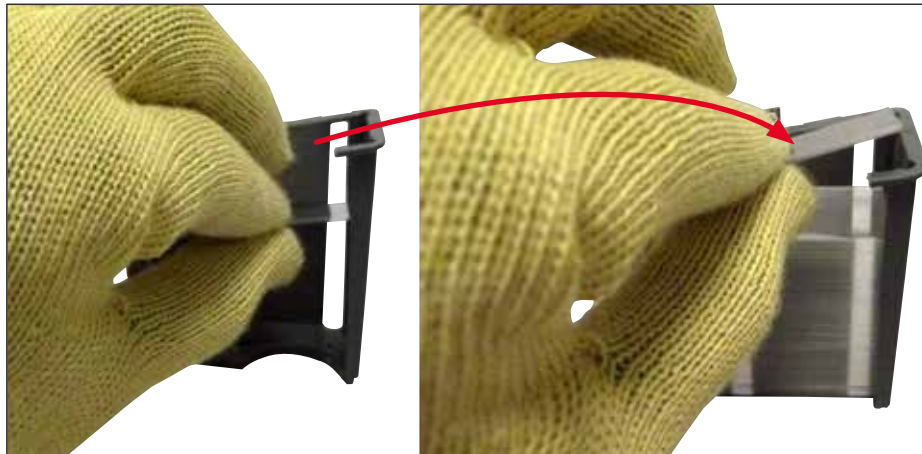

Fig. 64
- Verifique que los cristales cubreobjetos se introducen correctamente en el cargador (→ Fig. 64).